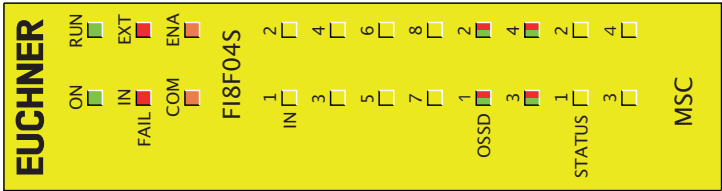

Fig. 34 :
8.4.4. Module FI8FO4S (Fig. 34)